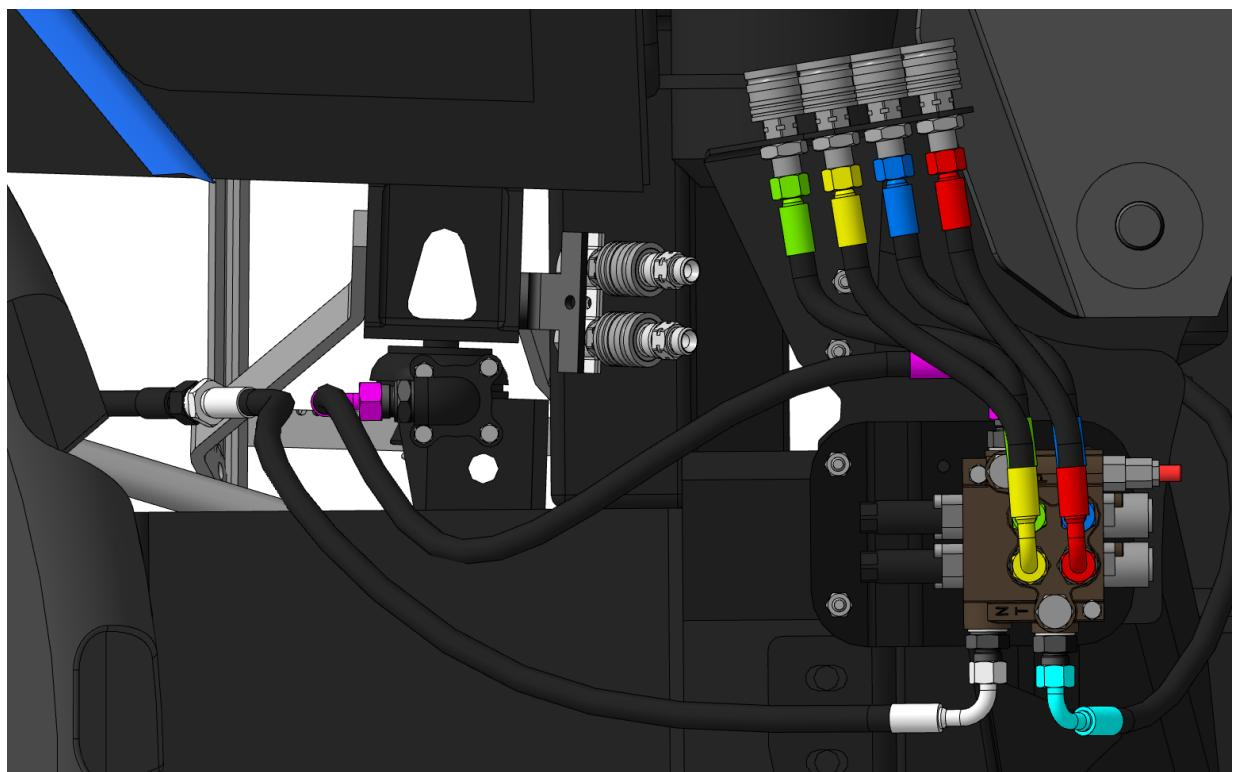

Рисунок 2.13
2.3.1.3 Подсоединить напорный РВД, ранее установленный на порт Р гидрораспределителя, угловым концом с гайкой M24x1,5 к выходу насоса НШ-32 гидронавесной системы трактора (рис. 2.13).